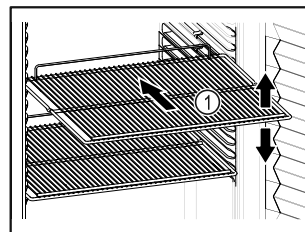

Fig. 82 Примерно изображение
- Ако стелажите за съхранение Fig. 82 (1) могат да се местят, регулирайте ги според височината.